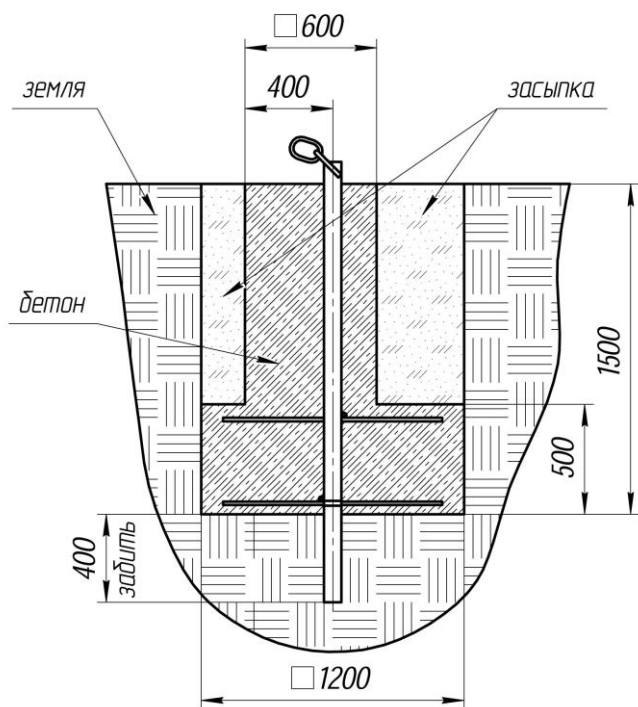

Рис.14 Анкерный фундамент в земле
1.4. Промежуточная секция состоит из 3-х поясов длиной 3м, 21-го раскоса длиной 0.8м и 3-х верхних распорок длиной 0.76м. Все элементы соединяются между собой на болтах М16. В сборе секция представляет собой 3-х гранную призму, сторона секции в сборе показана на рис.14. Вверху и внизу секции в поясах имеется по 4 отверстия для крепления накладок при помощи болтов М16. Также в каждом поясе имеется дополнительное отверстие для крепления переходных раскосов. В оттяжной секции обойма из швеллеров крепится болтами М16 к поясам в тех же местах, что и горизонтальные распорки в промежуточных секциях. Соединяющие болты М24 с втулками устанавливаются во время монтажа оттяжек.